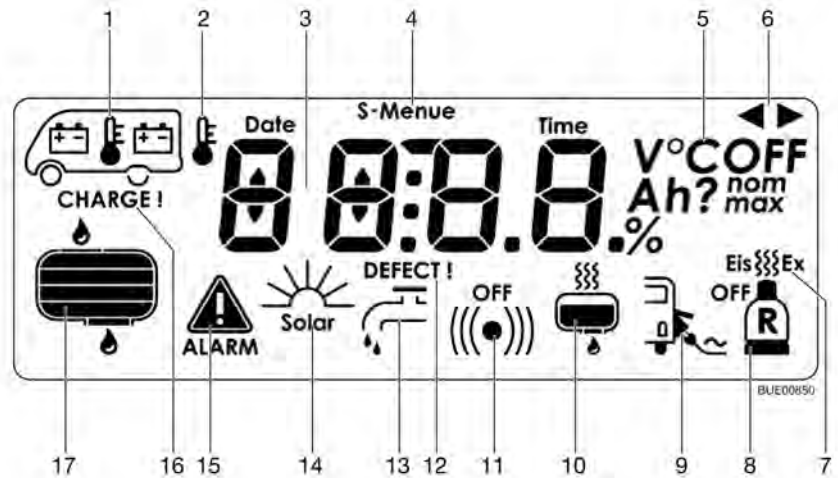

Bild 106 Symbolvisning på LCD-displayen
- Avfrostning (Bild 106,7) påslagen eller avstängd (tillval).
- Omkopplingsenhet för två gasflaskor (Bild 106,8) (tillval): Symbolen till gasflaskan visas när en av de två gasflaskorna är tom. Om även den andra gasflaskan blir tom blinkar symbolen och i grundmenyn visas ("ALARM") (Bild 106,15).
- Nätkontroll (Bild 106,9): Symbolen visas när fordonet är anslutet till 230 V-försörjningen.
- Värme för avloppstanken (Bild 106,10) (tillval): Symbolen visas när värmen för avloppstanken är påslagen.
- Vattenpump (Bild 106,13): Symbolen visas när vattenpumpen är påslagen.
Grundmenyn visas och symbolerna (Bild 106,1, 15 och 16) blinkar så snart spänningen i bodelsbatteriet har sjunkit till under 12 V (mätning under pågående drift) och det föreligger risk för djupurladdning. Dessutom blinkar spänningssuppgiften på batterimenyn.
Grundmenyn visas och symbolen (Bild 106,1) blinkar. Dessutom visas Ah-värdet och "CHARGE!"-uppmaningen på batterimenyn.
Grundmenyn visas och symbolen (Bild 106,1) blinkar. Dessutom visas "DEFECT!"-meddelandet på batterimenyn.